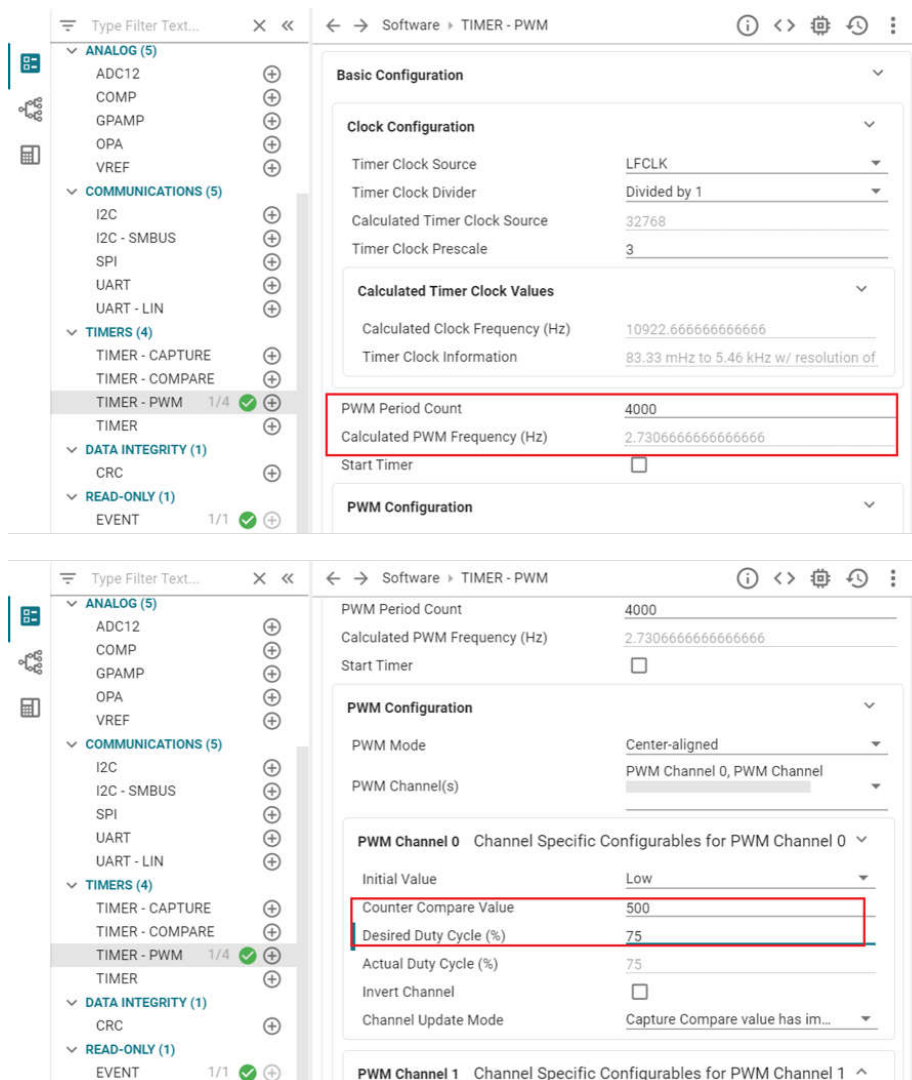

図 2-44. SysConfig 内の PWM 構成
**SysConfig** の設定内容を確認するには、**.syscfg** ファイルを開きます。PWM を生成するために **TIMER-PWM** セクションを選択します (図 2-44 を参照)。PWM のクロック設定 (自己周波数やデューティサイクル) を確認します。この例では、PWM の周波数が **2.7Hz**、デューティサイクルが **75%** です。目的のデューティサイクル (**50%** など) を入力することでデューティサイクルを簡単に変更でき、カウンタ比較値が自動的に変更されます。